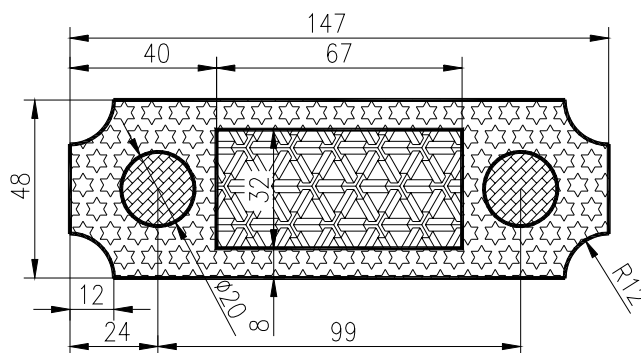

Fig. U9.10
1. Realizați desenul din Fig. U9.10. Pentru hașurare (*HATCH*) folosiți modelele predefinite - *STARS* cu unghi 0, factor de scară 15, *ECHE* cu unghi 0, factor de scară 10 și *BRICK* cu unghi 45° și factor de scară 8. Utilizați opțiunea *Pick Points*.